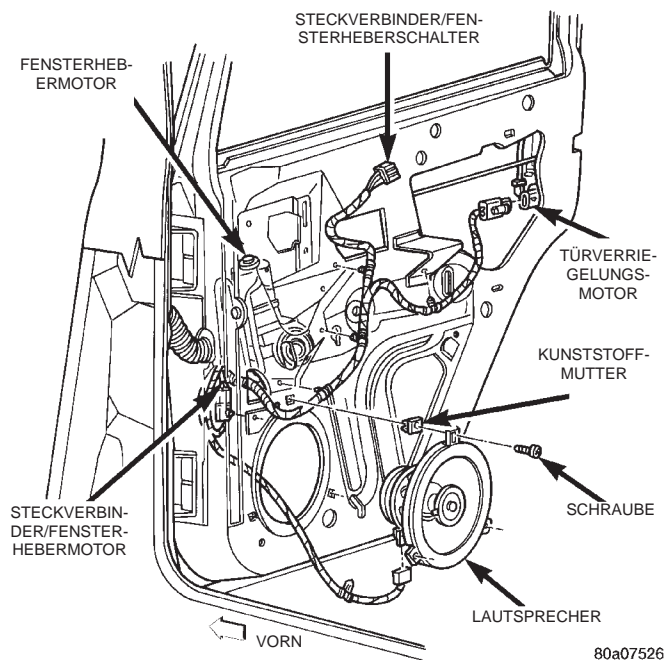

Abb. 14 Türlautsprecher hinten aus- und einbauen
(6) Verkleidung so weit vom Türinnenblech abziehen, daß der Steckverbinder vom Fensterheberschalter abgezogen werden kann.
(7) Die drei Schrauben lösen, mit denen der Lautsprecher am Türinnenblech befestigt ist (Abb. 14).